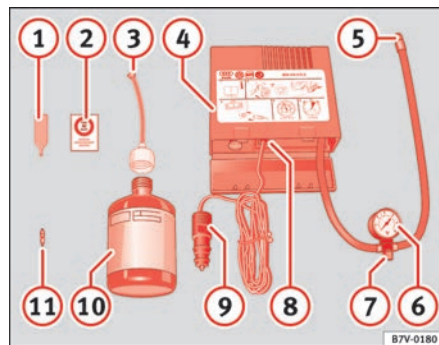

Fig. 154 Contenido kit antipinchazos
- Retire el adhesivo del kit antipinchazos ⇒ fig. 154 ② y péguelo en un lugar visible del tablero de instrumentos. ►
⇒ página 250, fig. 154 ① y colóquelo sobre una superficie limpia.
⇒ página 250, fig. 154 ⑩ durante unos segundos. ■